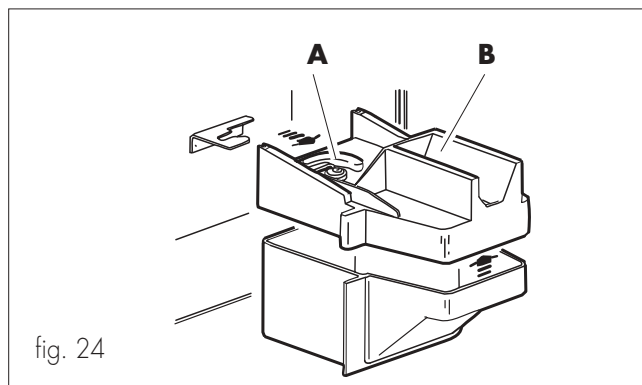

fig. 24
- Abrir la cerradura de bloqueo (ref. **A**, fig. 24) con la llave.
- Quitar la tapa (ref. **B**, fig. 24).
- Volver a introducirla en su alojamiento (fig. 24).